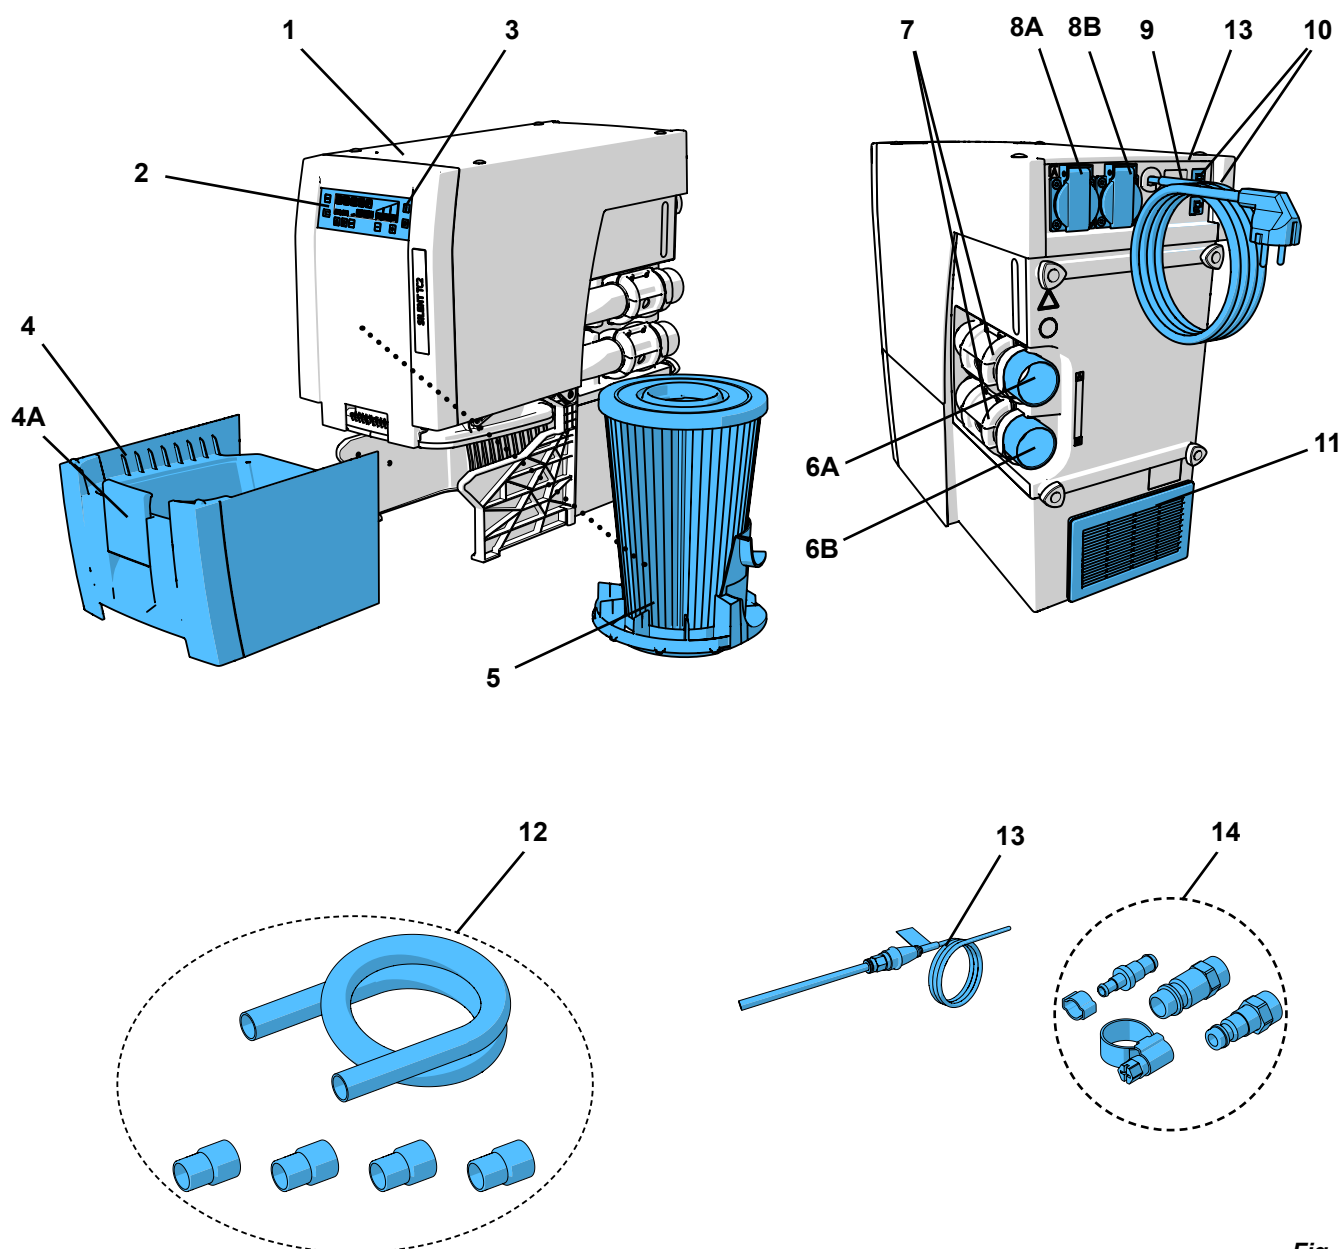

Fig. 1
- a exaustão de ar (11, Fig. 1) não fique obstruída.
- Condução externa de exaustão (A) (ver cap. 4.7).
- Abertura na parede do armário (B), no mín. 250 x 1120 mm, diretamente à frente da exaustão de ar (11, Fig. 1).
- Remover a parede posterior do armário (C), distância das costas do armário em relação à parede: no mín. 50 mm.
⇒ Desenrole o cabo elétrico (9, Fig. 1) e insira o plugue em uma tomada da instalação elétrica do edifício.
⇒ Do conjunto de conexões fornecido, selecione o acoplamento de mangueira adequado (14, Fig. 1) e coloque-o na ponta da mangueira.